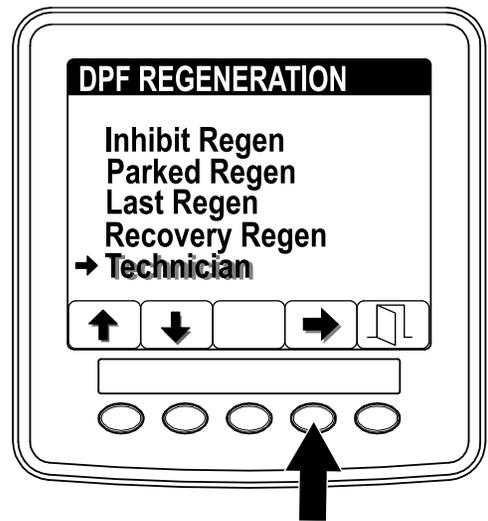

Figura 38
2. Premete il pulsante 4 per selezionare la voce Technician (Figura 38).
1. Accedete al menu DPF Regeneration e premete i pulsanti 1 o 2 per far scorrere il menu verso il basso fino all'opzione TECHNICIAN (Figura 38).